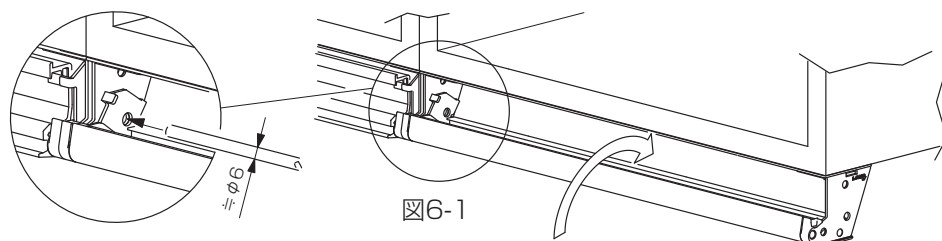

図6-1
1 任意の②下レールを奥に90°倒した後、φ6程度の棒（ドライバーなど）を穴に挿し、レールが倒れたままの状態に仮固定してください（図6-1）。
- 3 [手順6]の1と同じ手順で、φ6程度の棒（ドライバーなど）を用い②下レールを仮固定します（P.8、図6-1）。